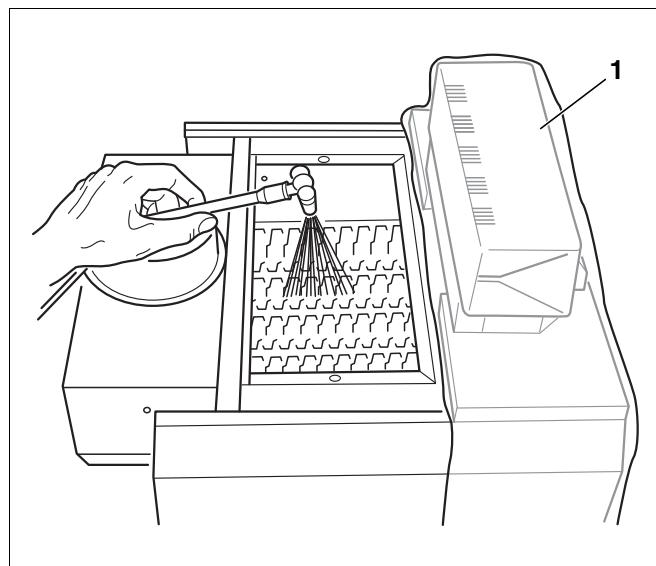

Рис. 40 Влажная чистка котла
- Накрыть систему управления пленкой (рис. 40, **поз. 1**). Не допускать попадания аэрозольного тумана в систему управления.
- Сверху распылить равномерно чистящее средство в газоотводящих каналах (рис. 40).